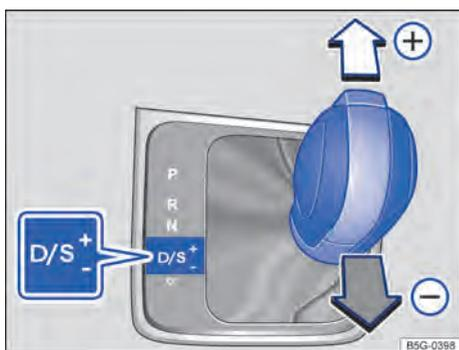

Fig. 89 Alavanca seletora na posição Tiptronic.
- Mover a alavanca seletora para frente (+) ou para trás (-), para aumentar ou diminuir a marcha → Fig. 89.